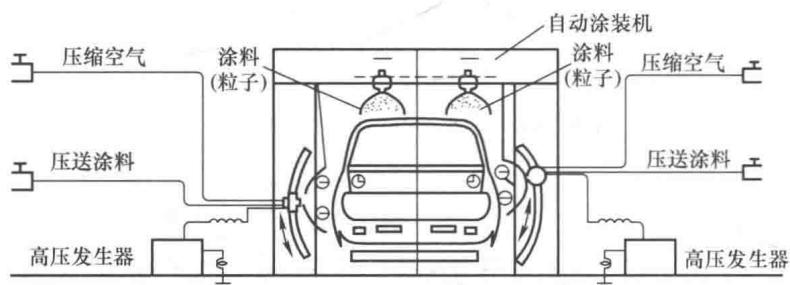

图 1-12 二道浆涂装
(4) 二道浆涂装 二道浆涂装（图 1-12）的作用是增强底漆与面漆之间的附着力，提高面漆的机械强度，保证面漆表面的平整度。